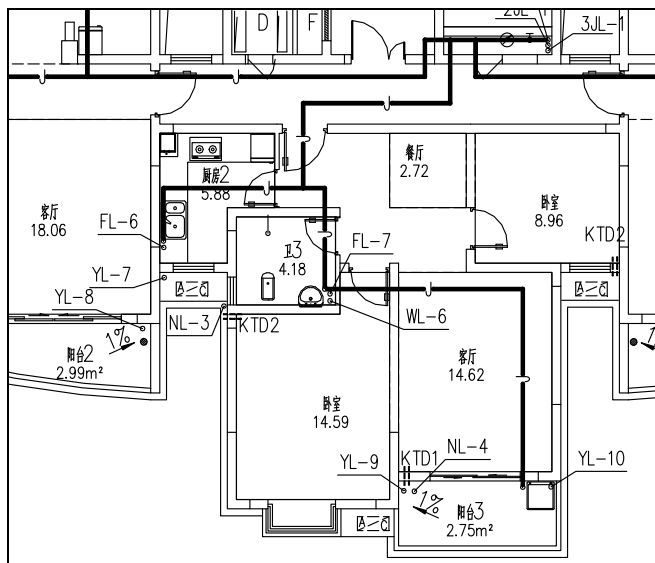

图 13-30 绘制给水管线
**08** 绘制给水管线。在命令行中输入 HZGX 命令按回车键，系统弹出【管线】对话框；单击“给水”按钮，在绘图区中分别指定管线的起点和终点，连接各给水立管图形，绘制给水管线的结果如图 13-30 所示。